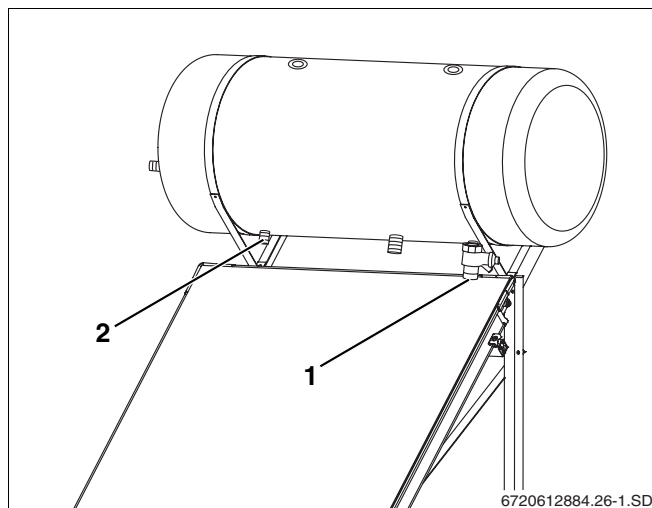

fig. 26 Ligação das tubagens de água sanitária
- ▶ Efectue a ligação da tubagem de água fria (fig. 26, **item 1**) e da tubagem de água quente (fig. 26, **item 2**) de acordo com os regulamentos locais.